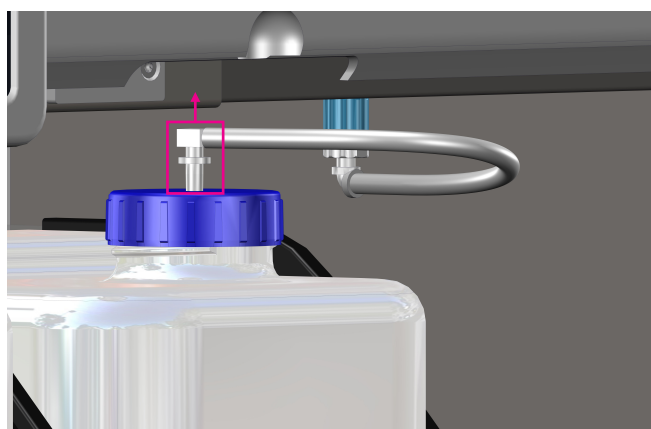

Figure 62
4. Déconnectez le connecteur LUER du bouchon à vis de l'iWASH PRO (figure 62).